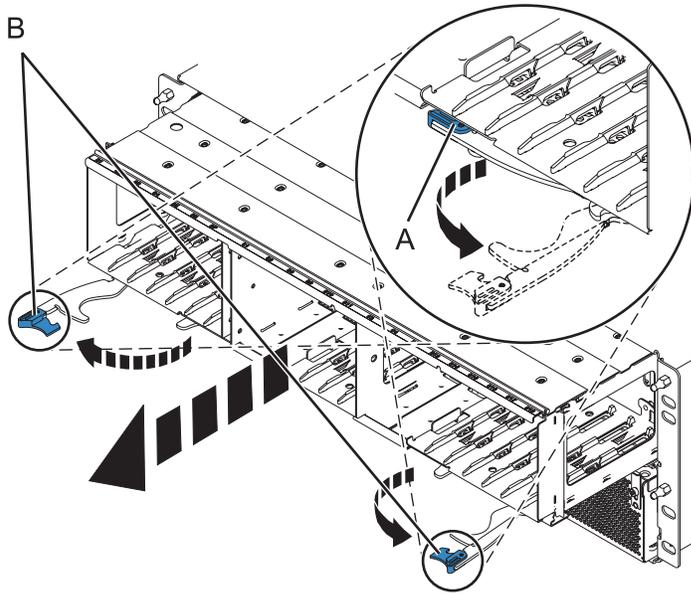

Figura 87. Extracción de la placa posterior del alojamiento
6. Extraiga la placa posterior según se muestra en Figura 87 en la página 119.